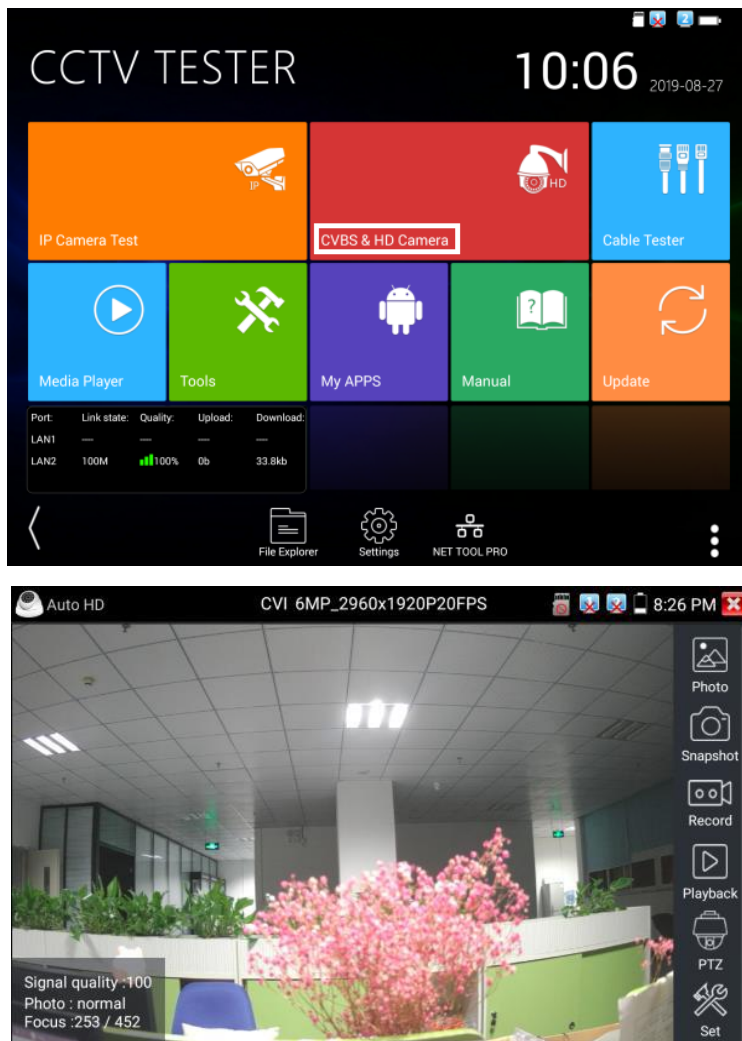

Рис. 5 Раздел с приложениями для просмотра изображения с AHD/TVI/CVI/CVBS видеоканеры и пример работы приложения AutoHD
- 3) Зайдите в раздел CVBS & HD Camera (рис. 5). В разделе CVBS & HD Camera вы сможете выбрать необходимое приложение для просмотра изображения с видеоканеры (CVI, AHD, TVI, HD CVBS) или приложение AutoHD (универсальный мультиматный вариант приложения)